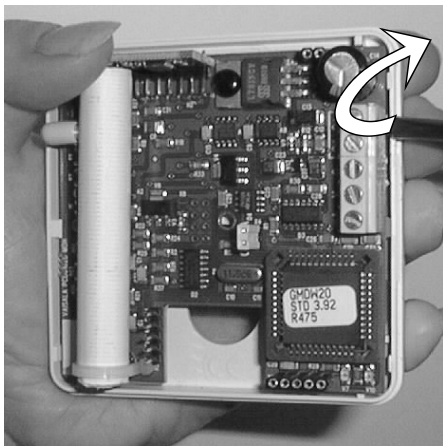

图1 电缆线路
4. 使用螺丝刀向上按压，取出印刷电路板 (PCB) (请参见第 3 页的图 1)。